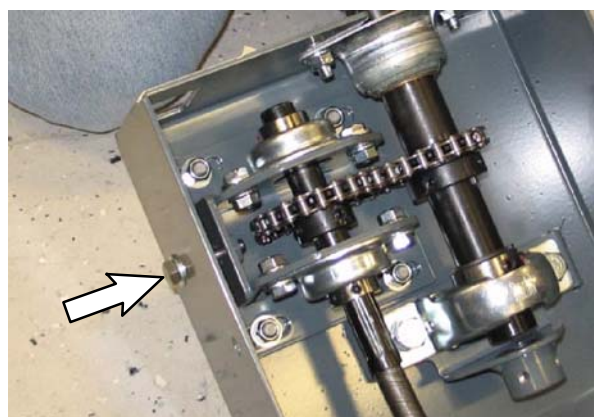

FIG. 25
21. **Nouvelles machines** : Desserrez la visserie de tension de direction. (Fig. 25)